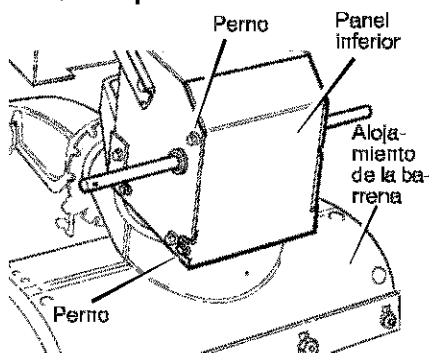

Figura 95
- Aloje los **pernos** a cada lado del **panel inferior** (Figura 95).
- Instale el **panel inferior** (Figura 95).
13. Instale el **panel inferior** (Figura 95).